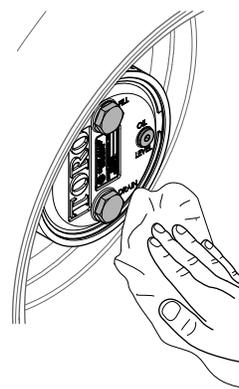

Рисунок 104
3. Начисто протрите корпуса планетарного редуктора и тормоза (Рисунок 104).